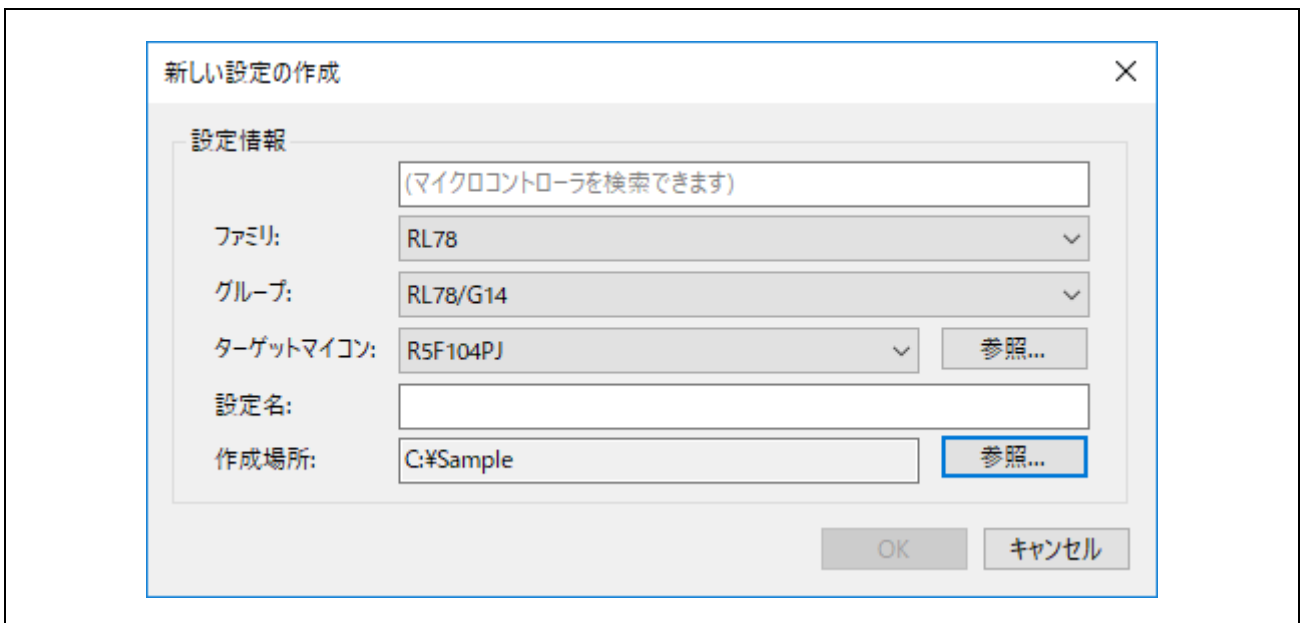

図4.28 新しい設定の作成ダイアログボックス
2. 新規に設定ファイルを作成します。ファミリー、グループ、ターゲットデバイス、設定情報を図4.28のように設定し、OK ボタンを押します。